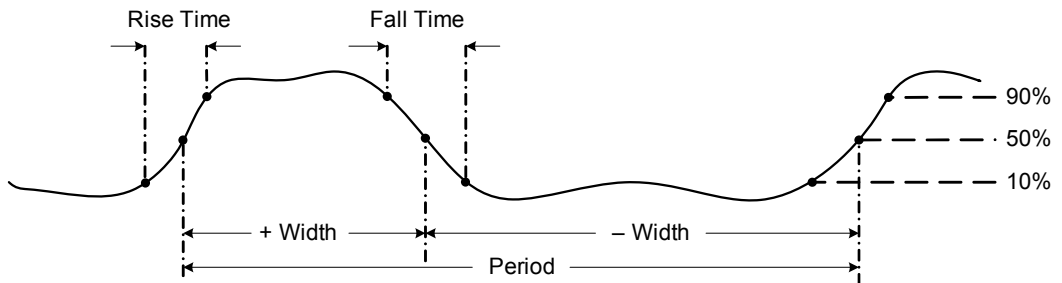

Abbildung 2-26 Frequenzdefinition
- Die Frequenz ist die Anzahl an Zyklen, die ein Signal pro Sekunde abschließt. Die Frequenz ist als 1/Zeitraum definiert. Die Periode ist definiert als die Zeit zwischen den Durchquerungen der mittleren Schwellenwerte von zwei aufeinander folgenden, gleichpolaren Kanten, wie in Abbildung 2-26 gezeigt.